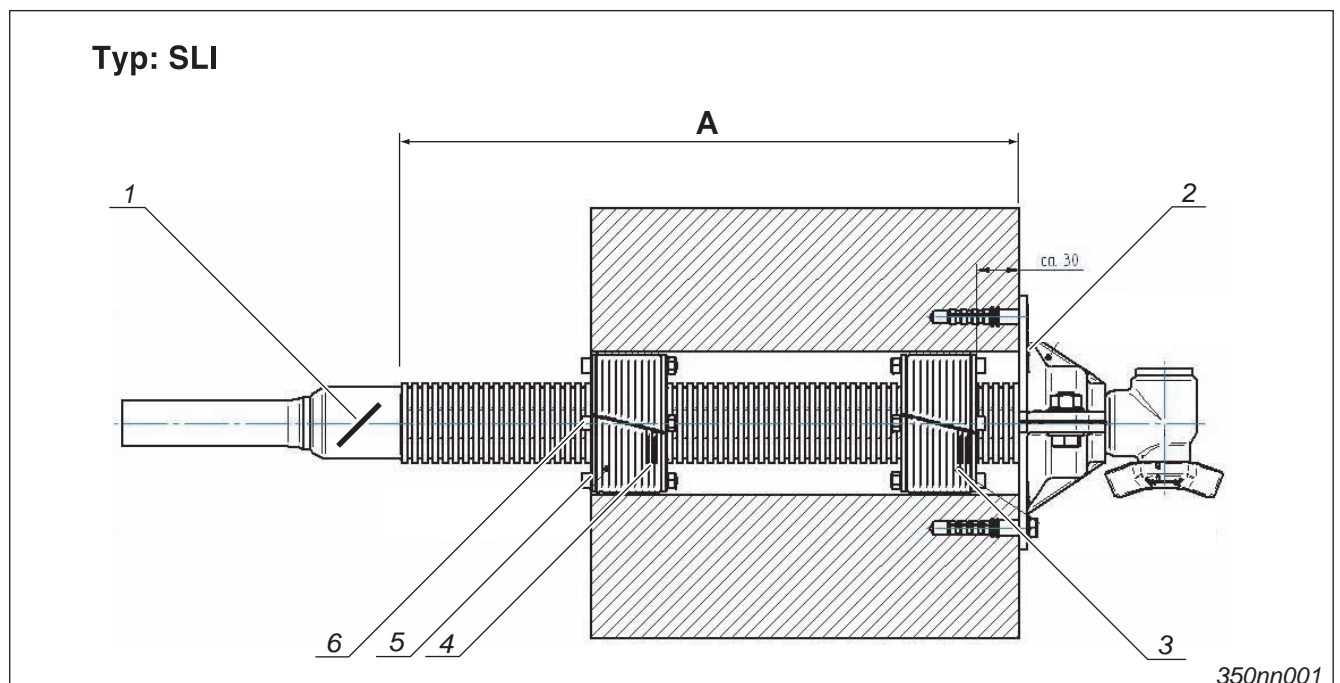

Fig. 4-1 Trockendichtelement mit *A* maximale Einbaulänge
6. Zur Erfüllung der Norm ARP Baggerauszugsicherung gemäß Skizze verbauen (→ Seite 4-2, Fig. 4-1).